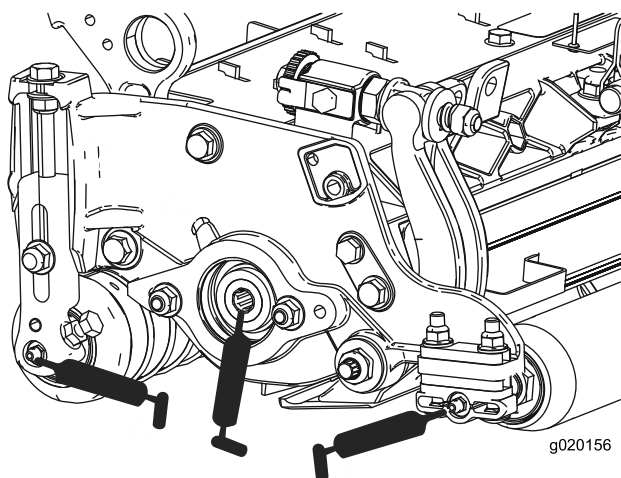

Figura 24
Estes pontos de lubrificação são o rolo da frente (2) e rolo traseiro (2). Além disso, após cada 250 horas ou sempre que o motor do cilindro for removido da unidade de corte, aplique lubrificante no adaptador ranhurado (Figura 24).